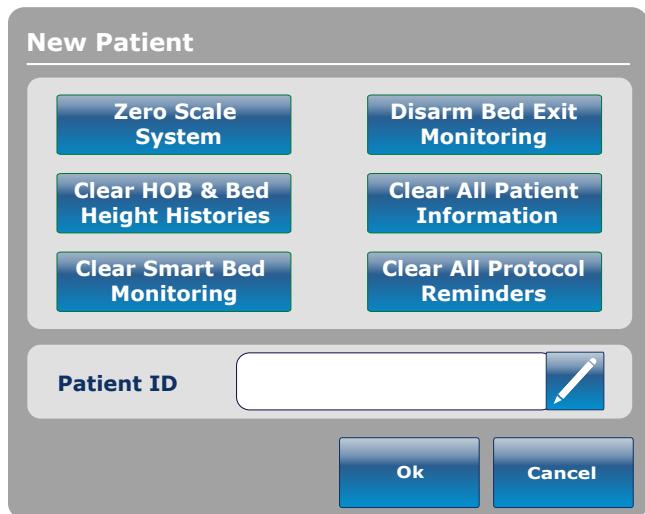

図3.1
- 新しい患者：“New Patient”（新しい患者）ボタンを押すと、図3.1が表示され、患者の情報を入力できます。
Patient Information（患者の情報）画面の“New Patient”（新しい患者）ボタンを押すと、図3.1が表示されます。鉛筆アイコンを押すとキーボード画面が現れるので新しい患者のIDを入力します。患者名を入力したら、キーボード画面の“OK”ボタンを押し、次にNew Patient（新しい患者）画面の“OK”を押します。新しい患者のIDが入ったPatient Information（患者の情報）画面が表示されます。